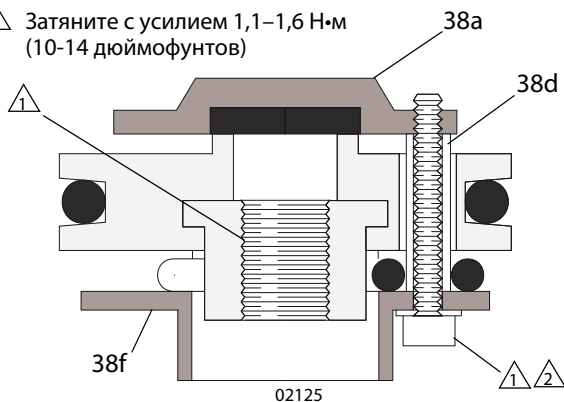

Рис. 12
5. В случае повреждения каких-либо распорок (38d) пластин клапана замените все три, чтобы сохранить правильное расстояние между пластинами клапана (18a, 18f) и седлами. См. раздел Рис. 12.